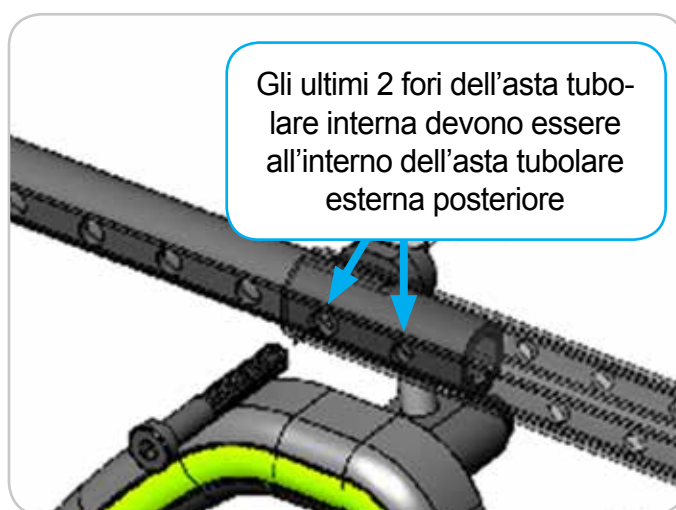

Figura 22
7. Sfilare l'asta tubolare interna fino a raggiungere la profondità desiderata. Gli ultimi 2 fori dell'asta tubolare interna devono rientrare nell'asta tubolare esterna posteriore. Cfr. Figura 22. Non fissare il bullone nell'ultimo foro dell'asta tubolare interna. Rifissare e stringere i bulloni.